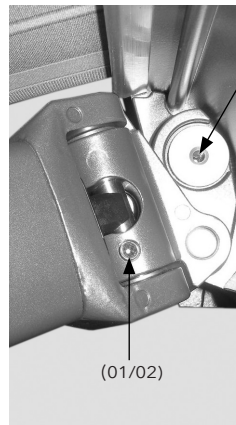

Abb. 13: Gelenkarmhalter - Position Gewindestifte
Markise ca. 2/3 der Markisenausladung ausfahren. Gewindestift (01) der Neigungswinkeleinstellung mit Innensechskantschlüssel SW4 entfernen. Durch diese Gewindebohrung den im Hintergelenkbolzen befindlichen zweiten Gewindestift (02) mit Innensechskantschlüssel SW3 anziehen bzw. lösen, bis die Arme waagrecht stehen (siehe Abb. 13, 14).
Sicherung der Neigungswinkeleinstellung durch festes anziehen des Gewindestifts (04) mit Innensechskantschlüssel SW 3 (siehe Abb. 13).